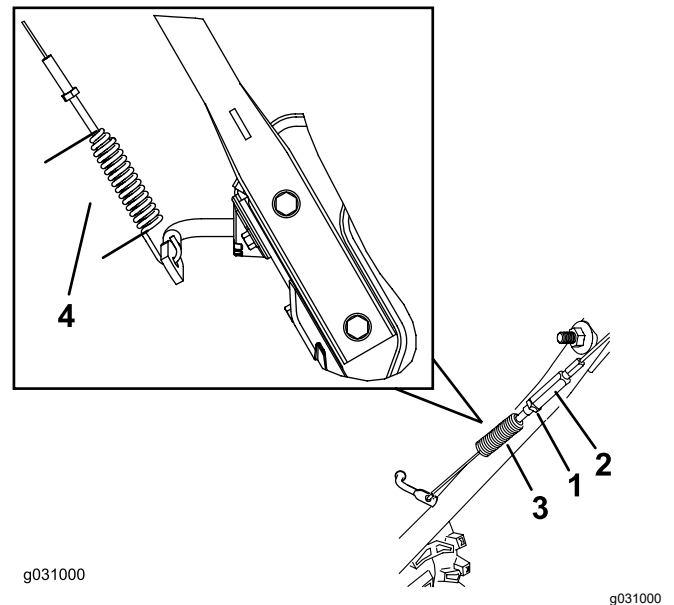

Figura 31
1. Afloje la contratuerca (Figura 31).
3. Afloje o apriete el tensor para ajustar la longitud del muelle a 6.6 cm (2-3/5"), como se muestra en la Figura 31.
4. Apriete la contratuerca (Figura 31), asegurándose de que hay una ligera tensión en el cable.